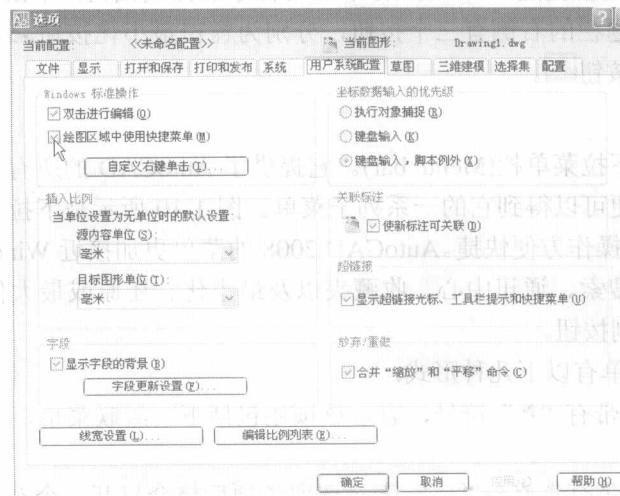

图 1-12 “选项”对话框中的“用户系统配置”选项卡
(1) 选择菜单【工具】→【选项】，出现“选项”对话框。
(2) 在“选项”对话框中单击“用户系统配置”选项卡，出现如图 1-12 所示的对话框。